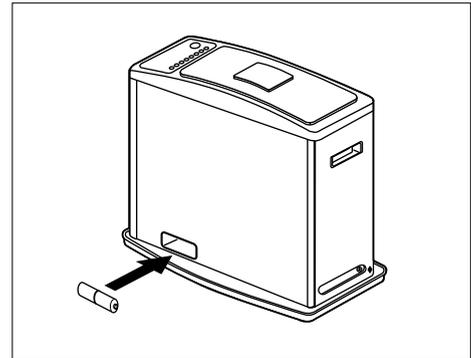

Fig. 3
6. INSTALACIÓN DE BATERIAS (fig. 3)
- Meta dos (2) baterias "D" (vienen con este calentador) de acuerdo a las marcas de símbolos positivos (+) y negativos (-) indicados en la caja.